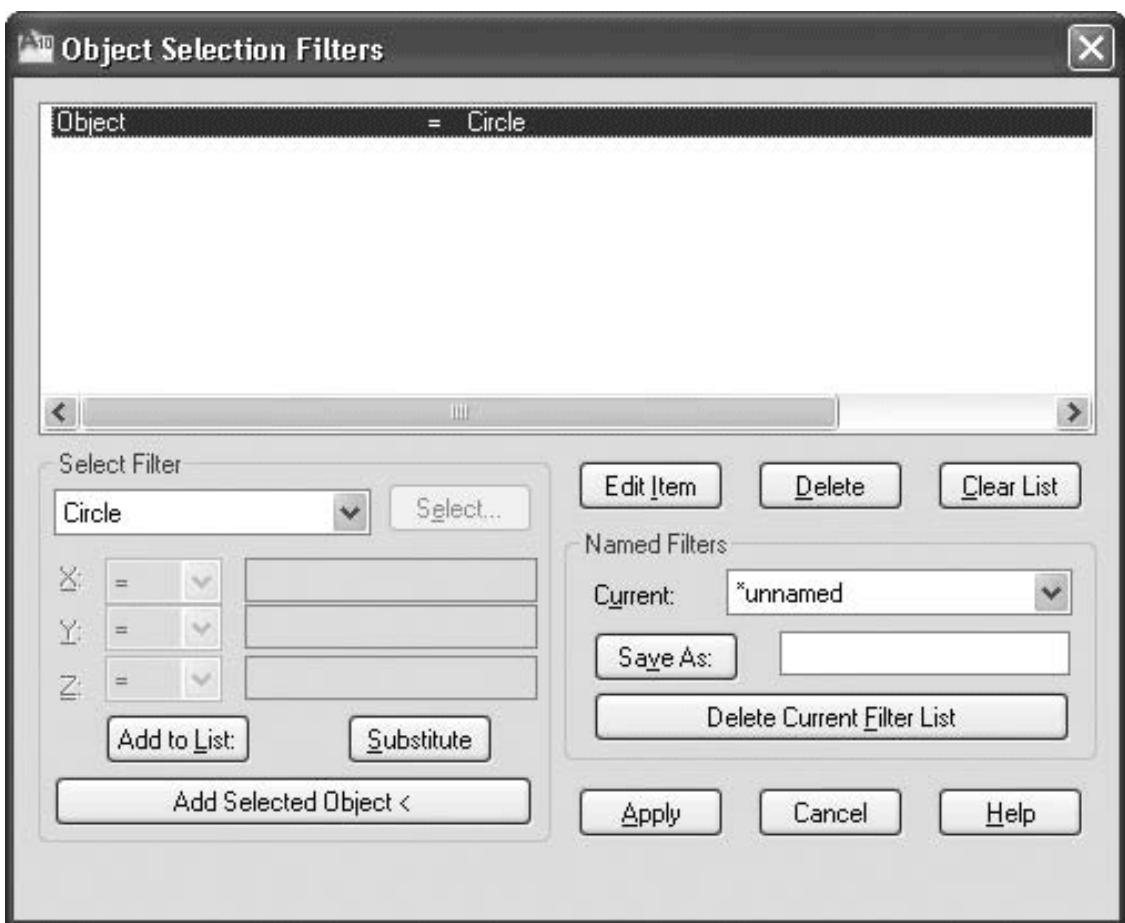

Рис. 3.10. Диалоговое окно Object Selection Filters (Фильтры выделения объектов)
Команда FILTER открывает диалоговое окно **Object Selection Filters** (Фильтры выделения объектов), изображенное на рис. 3.10. С его помощью вы можете дать фильтрам имена и сохранить их для последующего использования. Команда FILTER создает список требований, которым должен отвечать объект до его выделения. Вы можете ввести эту команду в ответ на запрос, чтобы создать списки фильтрации для дальнейшего использования. Вы можете также использовать команду FILTER явно, запустив ее в ответ на приглашение Select objects: для использования в текущей команде.
2. В окне **Object Selection Filters** (Фильтры выделения объектов) (см. рис. 3.10) из раскрывающегося списка в области **Select Filter** (Выбрать фильтр) выберите значение **Line** (Отрезок).